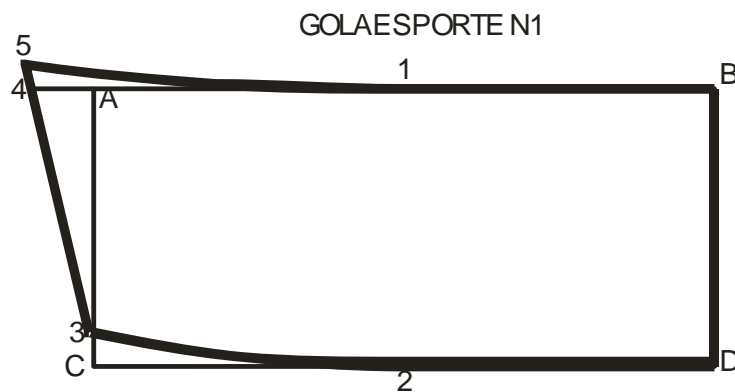

Figura 30 – Diagrama da Gola Esporte.
14.6.2) Gola Esporte nº1 (FIGURA 30)